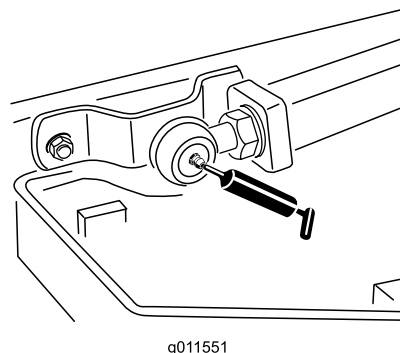

Figure 44
- 2 rotules de bras de levage (Figure 44).